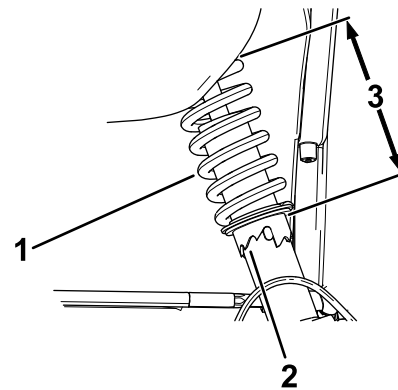

Figure 37
2. Si le carrossage des roues n'est pas correct, utilisez la clé à ergots pour tourner le collet sur l'amortisseur et orienter la roue correctement (Figure 37).